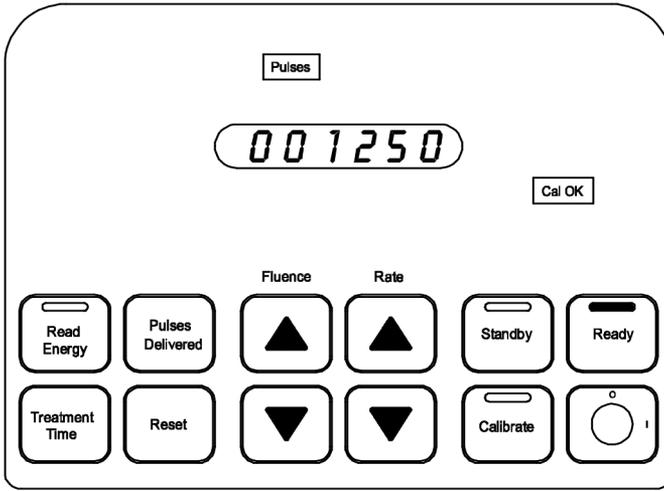

图 12
9. 准分子激光系统在发射激光时会累积程序期间发出的脉冲数。要检索已发出的脉冲总数，则停止激光发射并按下 Pulses Delivered（已发脉冲）按钮。显示窗随之显示该计数。（图 12）